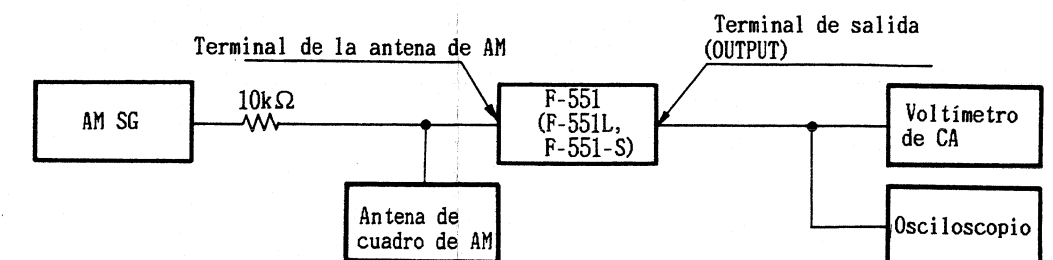

Fig.2-2. Diagrama de conexión de ajuste de AM
- Conecte como es indicado en la Fig.2-2.
- Oprima la tecla AM (LW) para fijar el modo AM (LW).